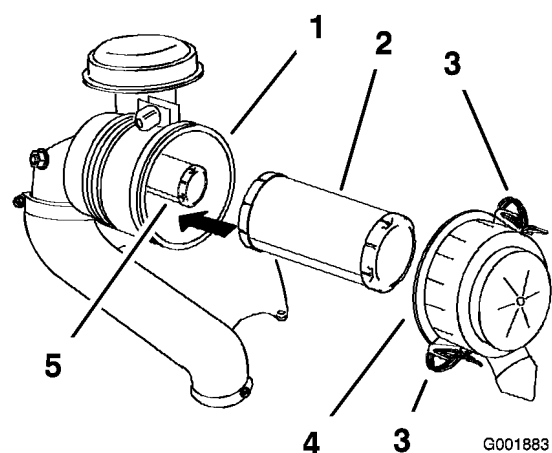

Figure 32
3. Ouvrez les dispositifs de verrouillage du filtre à air et enlevez le couvercle du corps du filtre (Figure 32).
5. Sortez l'élément principal du corps du filtre avec précaution (Figure 32).
2. Si vous remplacez l'élément de sécurité, insérez-le avec précaution dans le corps du filtre (Figure 32).
3. Placez ensuite l'élément principal sur l'élément de sécurité avec le même soin (Figure 32).
4. Reposez le couvercle du filtre à air, le côté portant l'inscription **UP** en haut, et fermez les dispositifs de verrouillage (Figure 32).